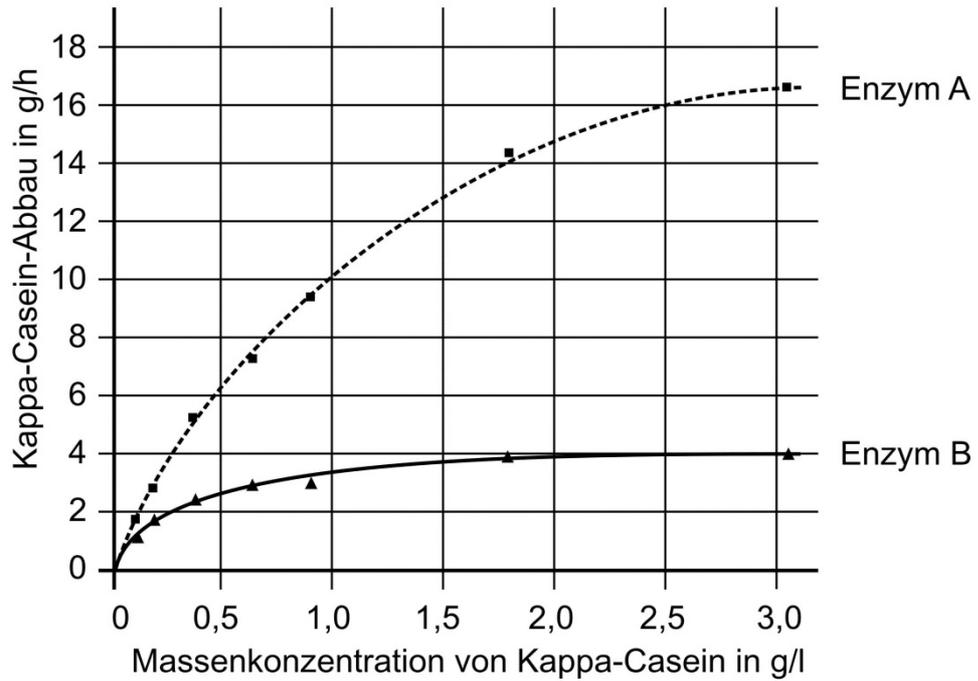

Abb. 2: Abhängigkeit der Enzymaktivität der Enzyme A und B von der Kappa-Casein-Massenkonzentration2
- 1.2 Es wurde nach Alternativen zur Verwendung von Chymosin gesucht. Abbildung 2 zeigt das Ergebnis der Untersuchung zweier Proteasen, die ebenfalls zum Ausflocken der Caseine in der Milch verwendet werden können. Hierbei wurden gleiche Mengen von Enzym A aus einem Schimmelpilz und Enzym B aus der Wilden Artischocke verwendet.